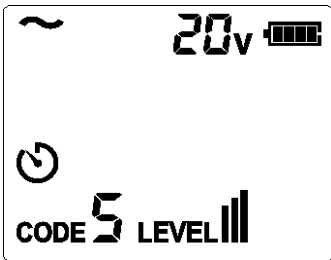

Abbildung 9.1c AC-Spannungsmessung
7. Wenn die Spannung 8 V ~ 480 V DC/AC (50/60 Hz) beträgt. Wenn die gemessene Spannung eine AC-Spannung ist, sieht die Anzeige wie in Abbildung 9.1c dargestellt aus.